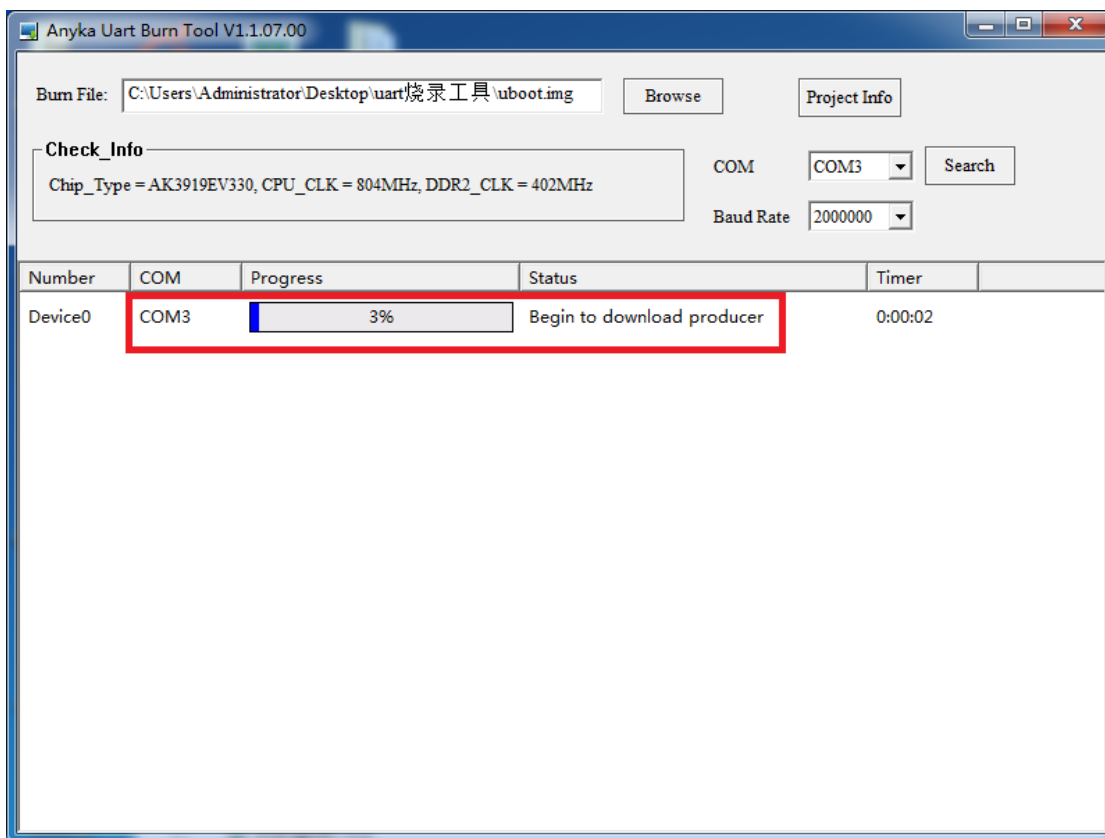

图 2-7 烧录进程
- (9) Uart\_Burntool 检测到对应的字符串后，将会自动烧录，烧录过程中烧录状态区的状态、进度和时间会实时显示烧录的情况，如图 2-7 所示。